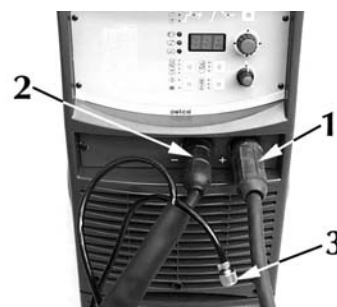

Fig. 6
- 1) Anslut jordledningens kontaktdon (Fig. 6) till generators positiva uttag (+).